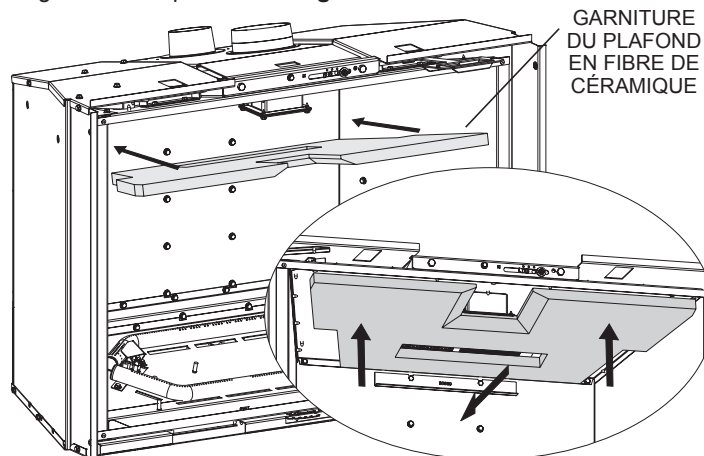

Figure 8
9. Placer le côté lisse de la garniture de fibre de céramique du plafond vers le bas en la positionnant au-dessus du support de fixation de garniture arrière. Positionner la garniture de fibre de céramique autour de l'unité d'éclairage. Maintenir la garniture en place. Voir **Figure 8**.